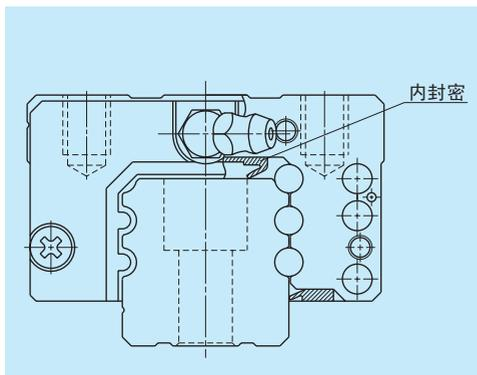

图 7.6 内密封安装状况
- 内密封是当滑块两端的侧密封不能充分阻挡，以至于仍有少量异物进入滑块内时，防止这些异物进一步进入滚珠接触部。(图 7.6)